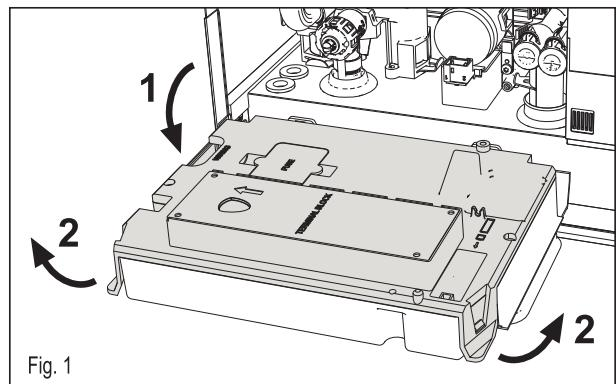

Fig. 1
- În cazul în care instalația nu a fost golită, este posibil să se scurteze ciclul de purjare a aerului, alimentând centrala cu tasta det. 7 din fig. 1 din manual, ținând apăsată. Immediat ce pe afișaj se vor activa toate simbolurile, eliberați tastă. Așteptați să dispară mesajul "FH", pe afișaj va apărea mesajul ECO și temperatura din tur.